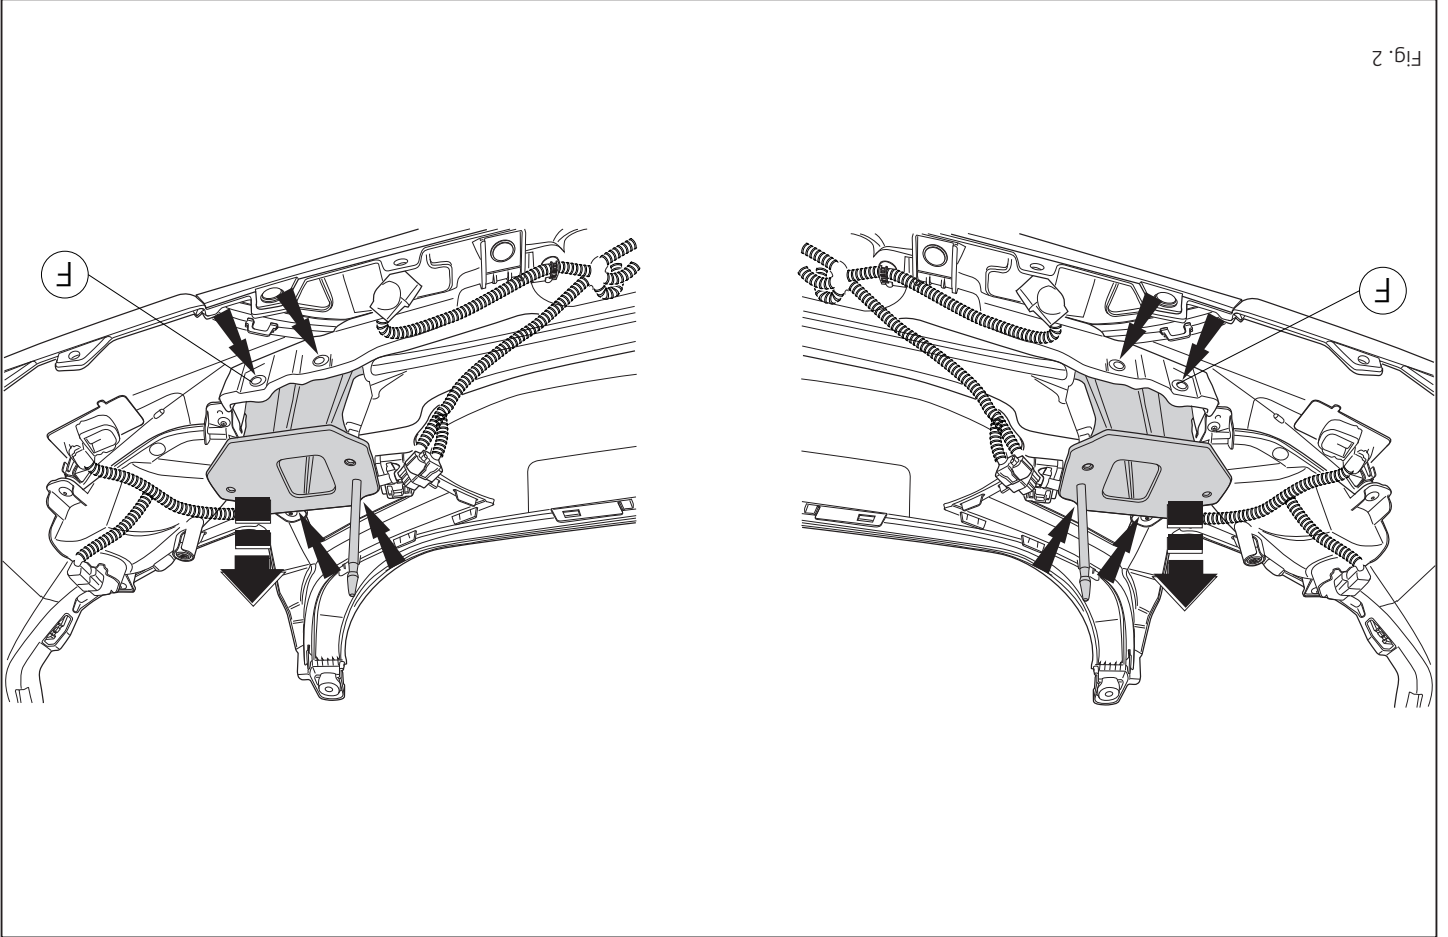

Fig. 2
3. Die in Abbildung 2 angegebenen Teile abmontieren.